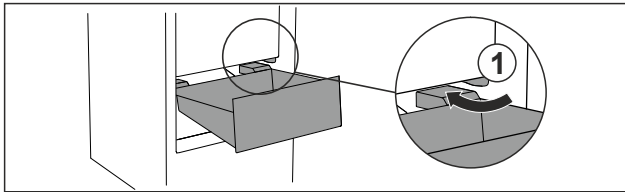

Fig. 65
- ▶ Prevedte zásuvku šikmo okolo zarážok Fig. 65 (1).